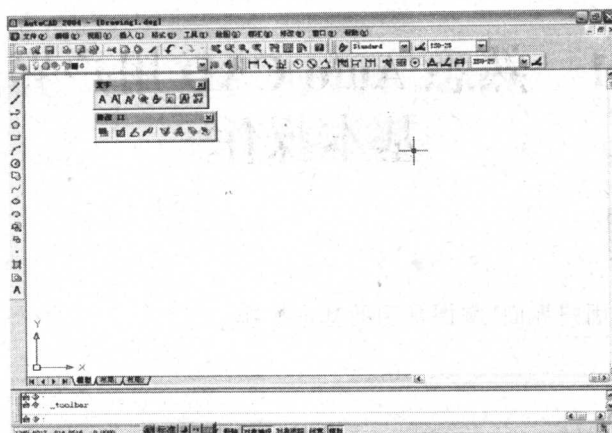

图 1-2 打开【标注】、【文字】及【修改 II】工具栏
2. 打开【标注】、【文字】及【修改Ⅱ】工具栏,并调整它们的位置,如图 1-2 所示。